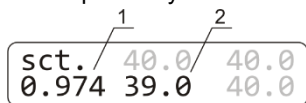

Рисунок 4. Изменение коэффициента: 1. Коэффициент калибровки; 2. Температура с текущим коэффициентом
- 7.4.5. Держите клавишу **TIMER RUN/STOP** нажатой более 8 с, чтобы активировать режим калибровки. Дисплей покажет параметры, изображенные на рис. 4.
- 7.4.6. С помощью кнопок **▲** и **▼ T (°C)** измените коэффициент калибровки (рис. 4/1) так, чтобы новое значение температуры (рис. 4/2) соответствовало показанию независимого сенсора. В нашем примере, коэффициент равен 0.974.